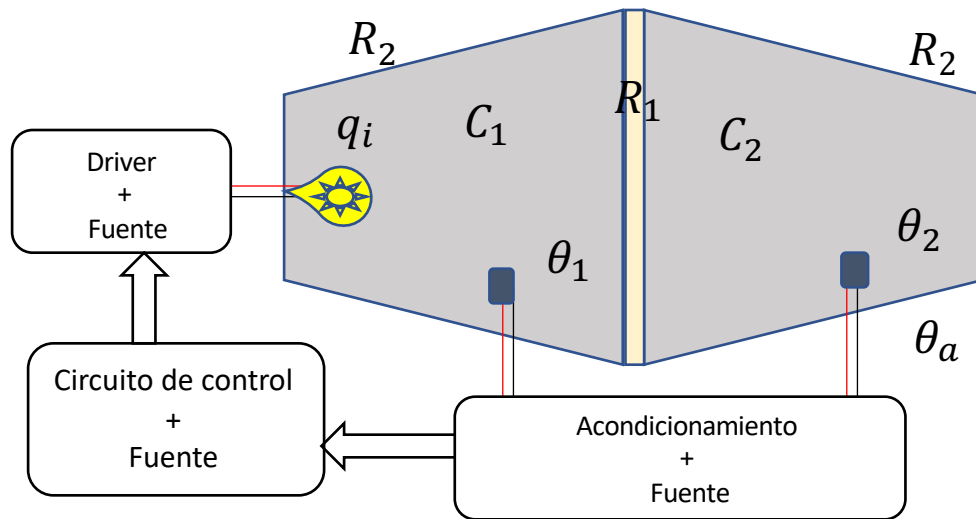

Figura 1: Sistema térmico
- Encontrar el modelo matemático que corresponde al sistema de la Figura 1, considerando como salida θ_2 .